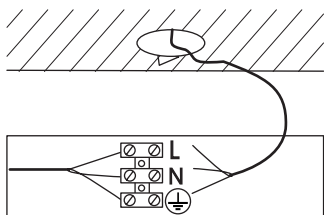

Рисунок 2
– рекомендуется при использовании скрытой проводки располагать светильник так, чтобы место выхода кабеля соответствовало месту расположения клеммного зажима светильника (рисунок 2);